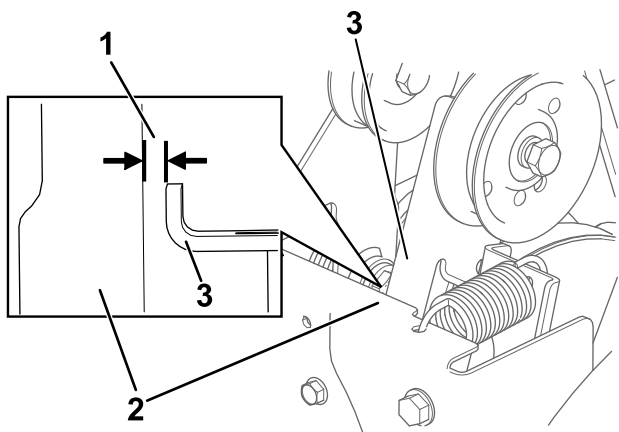

Figura 26
3. Cu maneta de angrenaj melcat/rotor decuplată, asigurați-vă că distanța dintre braul angrenajului melcat și cadrul mainii este de 1,5 mm, așa cum se arată în Figura 26.